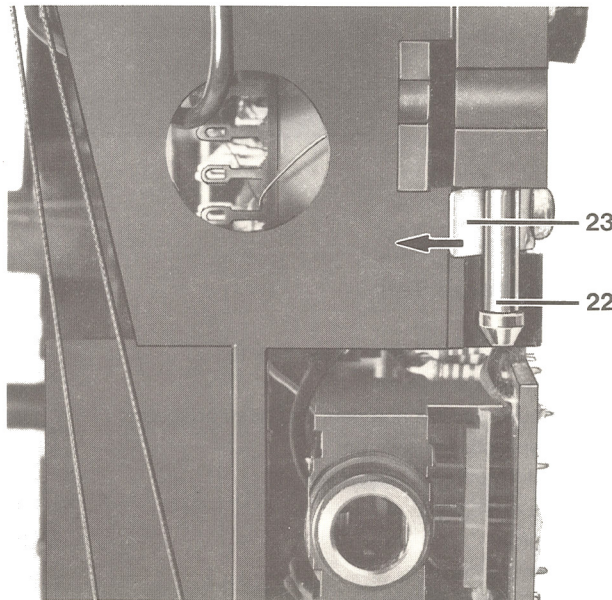

Bild 4
5. Teleskopantenne ausbauen (Bild 4)